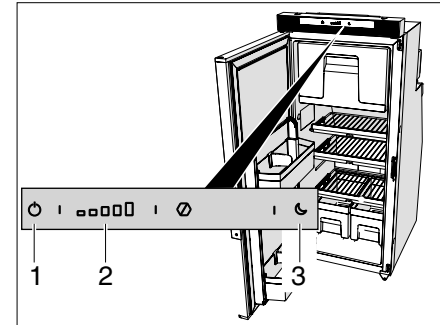

Bild 61 Bedienelemente im Kühlschrank
- ▶ Die Taste Ein/Aus (Bild 61,1) drücken und einige Sekunden gedrückt halten.
- Symbole auf der Temperatur-Einstelltaste Kühlschrank (Bild 61,2) drücken oder schieben, um die gewünschte Kühlstufe zu wählen.